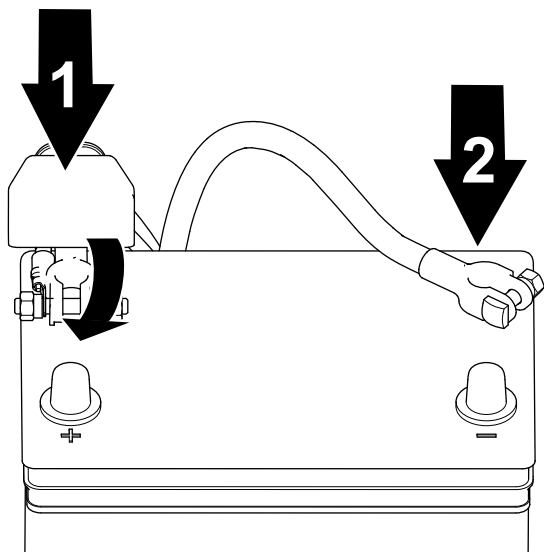

Figura 90
1. Collegate il cavo positivo alla batteria, quindi serrate il dado di fissaggio della batteria (Figura 90).
2. Collegate il cavo negativo alla batteria, quindi serrate il dado di fissaggio della batteria (Figura 90).